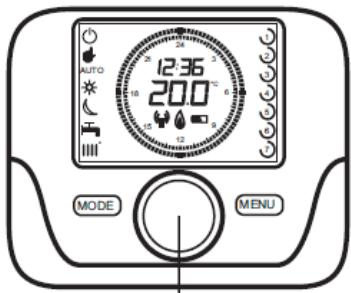

Fig. 15: Selector rotatorio
- Comience por la configuración del Termostato modulante: Pulsar el selector rotatorio (Fig. 15) unos 6 segundos, hasta que aparezca en pantalla "HC1".